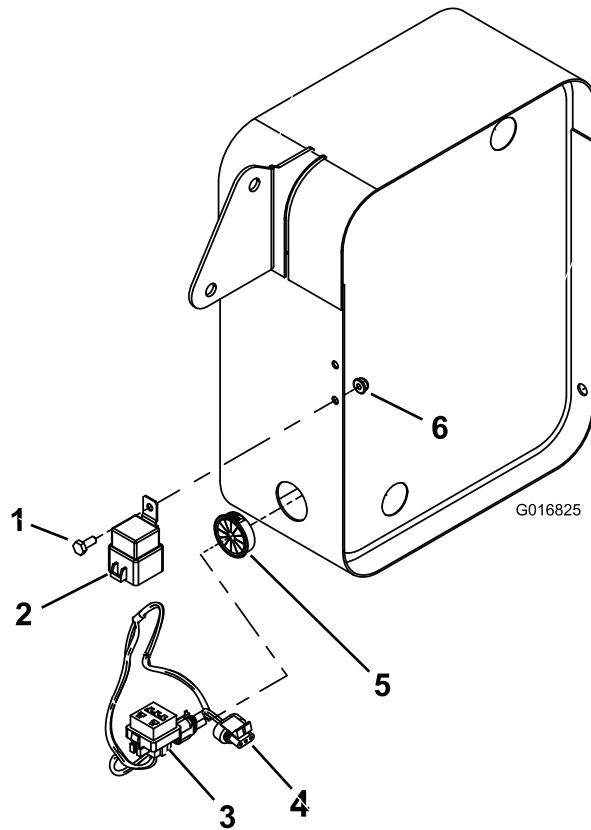

Figura 3
2. Scollegate il ponticello dall'estremità del cablaggio e montate il relè sul lato del supporto del refrigeratore dell'olio con un bullone a testa esagonale (1/4 x 5/8 poll.) e un dado flangiato esagonale (1/4 poll.)(Figura 3).
3. Inserite la boccola nell'apertura del lato inferiore nel refrigeratore dell'olio (Figura 3).